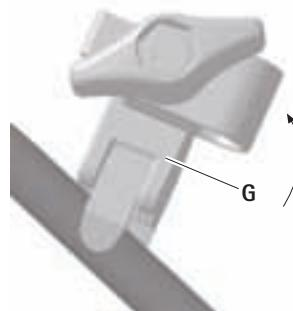

Abb. 9
- Befestigungsklemme **G** durch seitlichen Druck vom Rahmen abziehen, siehe Abb. 9.